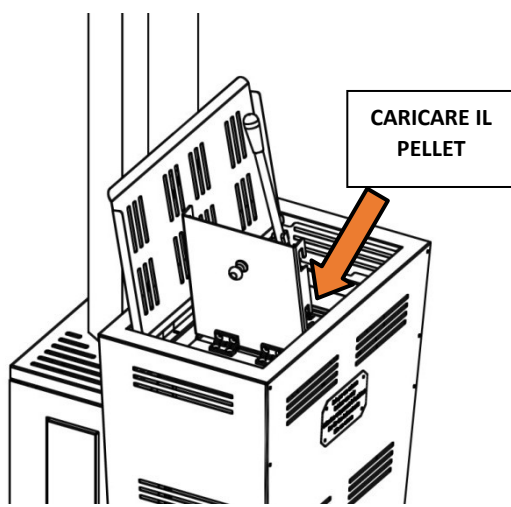

Fig. 11
- Alzare il coperchio **B** e mettere il pellet nel serbatoio (fig.11).